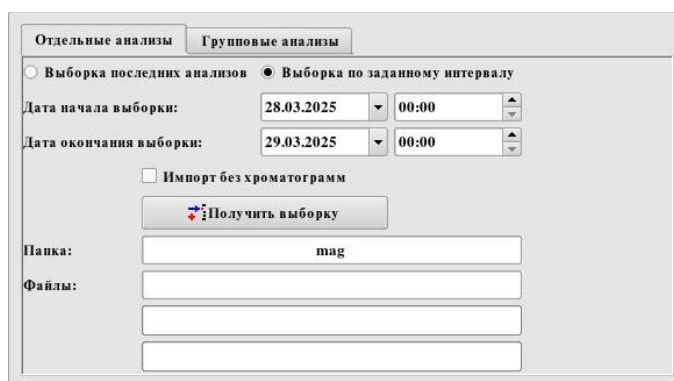

Рис.2.4-9
- Импорт отдельных анализов с выборкой по заданному временному интервалу осуществляется выбором вкладки «Отдельные анализы» и выбором опции «Выборка по заданному интервалу». Вид диалога представлен на Рис.2.4-9: